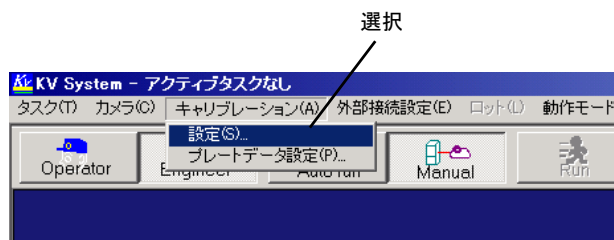

図 76. キャリブレーションの設定メニュー
1. 「キャリブレーション」メニューの「設定」を選択します。(図 76)